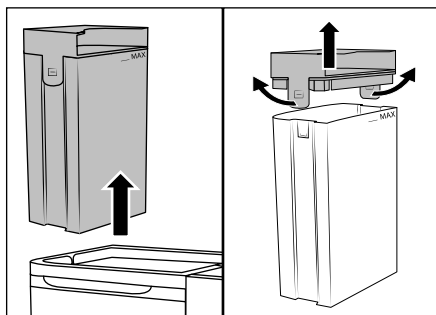

Fig. 5
(1) Hæld kun koldt eller varmt vand fra hanen eller destilleret vand i brugsvandsbeholderen ②. Brug ikke kogende vand. (2) Brug aldrig produktet uden vand i brugsvandsbeholderen ②. (3) Brug kun almindeligt ikke-skummende polsterrengøringsmiddel eller **LIDL W5 eddikerens**. Andre rengøringsmidler kan ødelægge produktet. Vi anbefaler at tilsætte tre spiseskefulde **LIDL W5 eddikerens** til en komplet påfyldning (1,7 liter) af brugsvandsbeholderen ②. Eventuelt kan du forhøje andelen af eddikerens lidt efter lidt, til du opnår det ønskede resultat.
- ◆ Hold i håndtaget ① på brugsvandsbeholderen ②, og tag den ud af produktet oppefra (se fig. 5).
- ◆ Træk de to holdetapper lidt ud, og tag låget ① af (se fig. 5).
- ◆ Fyld produktet med vand fra vandhanen eller med destilleret vand, og tilsæt eventuelt polsterrengøringsmiddel eller W5 eddikerens. Overhold anvisningerne fra producenten. Sørg for, at brugsvandsbeholderen ② højst fyldes til MAX-markeringen.
- ◆ Sæt låget ① på brugsvandsbeholderen ②, og tryk det ned, indtil de to holdetapper går i indgreb.
- ◆ Hold i håndtaget ① på brugsvandsbeholderen ②, og sæt den ind i produktet igen.